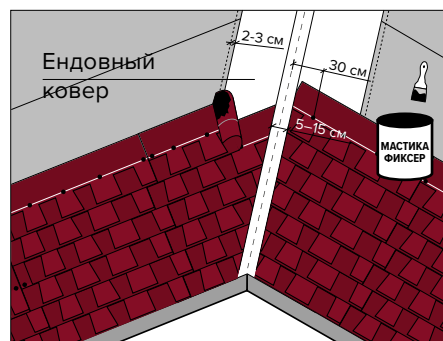

Рис. 18
Рядовая черепица укладывается поверх ендовного ковра и монтируется в хаотичном порядке до линии подреза (3) в сторону оси ендовы (1) (рис. 18). Каждая черепица дополнительно фиксируется с помощью кровельных гвоздей в верхней части (2). Не следует прибивать специальные гвозди на расстоянии ближе 30 см от центральной оси ендовы (1). Так собираются две поверхности ската относительно ендовы, после чего при помощи шнуры (отбивки) отбиваются две мелованные линии (3). Затем рядовая черепица прорезается по линии 3. При этом необходимо подкладывать специальную дощечку, чтобы не нарушить целостность гидроизоляционного ковра. Для отбоя воды в ендове необходимо подрезать каждую черепицу (4) и промазывать мастикой ТЕХНОНИКОЛЬ ФИКСЕР с тыльной стороны на величину 10 см в местах отсутствия самоклеящегося слоя (5).